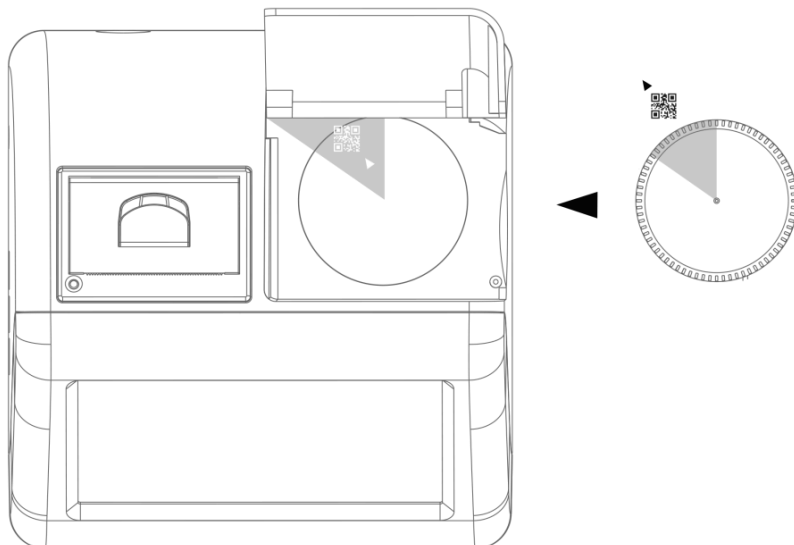

Fig. 17 Orientamento del contenitore per urine
- 2) Per ottenere risultati più rapidi, quando si posiziona il contenitore nella camera del lettore, allineare il codice QR sull'etichetta del contenitore nella direzione indicata nella Fig. 17.
Messaggio "Contenitore non valido?"	<ol style="list-style-type: none"><li>1. Estrarre il contenitore; assicurarsi che sull'etichetta del contenitore sia presente un codice QR.</li><li>2. Assicurarsi che la direzione del codice QR sia corretta; inserire il contenitore nella camera come mostrato nella Fig. 17.</li><li>3. Se l'errore persiste, contattare il distributore locale o il produttore.</li></ol>